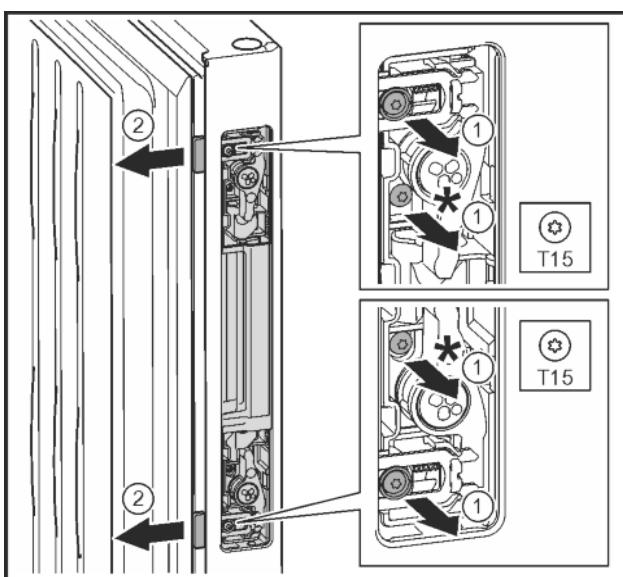

Fig. 30
- Выкрутить винты вместе с серыми пластмассовыми колпачками отверткой T15 *Fig. 30 (1)*
- С усилием извлечь защелку механизма открывания двери. *Fig. 30 (2)*